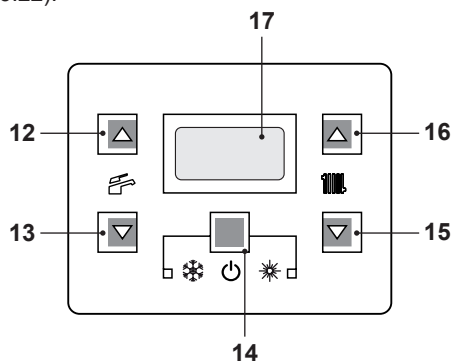
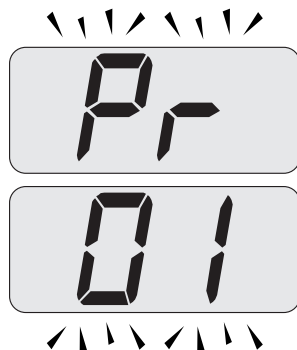

Figura 5.21
Figura 5.22
Per ottenere questo settaggio bisogna entrare in programmazione premendo contemporaneamente per 10 secondi i tasti 14 - 15 - 16 (Figura 5.21) fino a far apparire sul display LCD le lettere **Pr** che si alternano con il codice **01**, indicanti l'entrata nel "parametro 01" (Figura 5.22).
- Premere contemporaneamente i tasti 14 e 16 (Figura 5.21) fino a far apparire sul display LCD il valore del parametro 04 (Figura 5.24).
- Premendo il tasto 14 (Figura 5.21) si ottiene la conferma del valore inserito.
- Premendo contemporaneamente i tasti 14 e 15 (Figura 5.21) si esce senza modificare il valore (ritorno alla lista parametri (Figura 5.23)).
- Premendo contemporaneamente per 10 secondi i tasti 14 - 15 - 16 (Figura 5.21) si esce dalla "modalità programmazione".